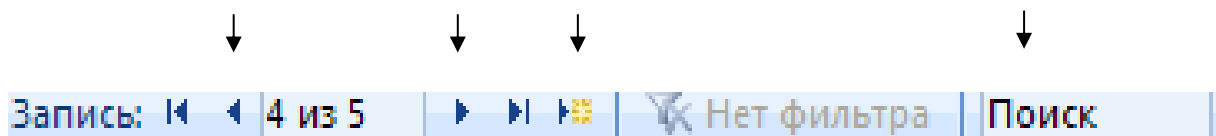

Рис.5 Панель управления формой
11. В нижней части формы располагается «Панель управления формой», с помощью которой можно перемещаться по записям, создавать новые записи, а также использовать функцию «Поиск» (Рис.5)